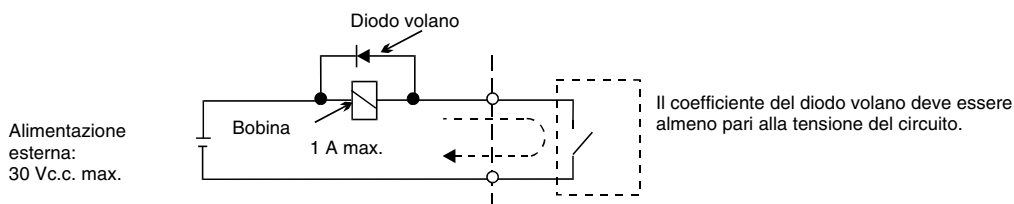

Fig. 6 Collegamento del diodo volano
- *3. Quando si aziona un carico reattivo, quale la bobina di un relè con alimentazione c.c., inserire sempre un diodo volano come indicato nella Fig. 6